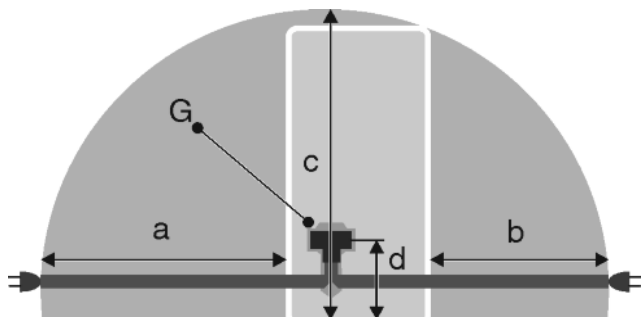

Fig. 27
- Контактът трябва да е извън зоната на задната страна на уреда и в рамките на дефинираната зона Fig. 27 (a, b, c).
- ▶ Включете щепсела на уреда Fig. 27 (G) от задната страна на уреда. Обърнете внимание на доброто фиксиране.